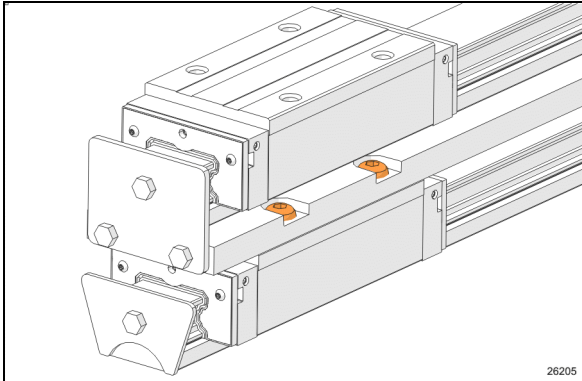

FIGURE 47: VIS DE MONTAGE DU CHARIOT DE PALIER
- 6 Retourner l'assemblage pour accéder aux vis de montage du palier et les enlever (Figure 47).